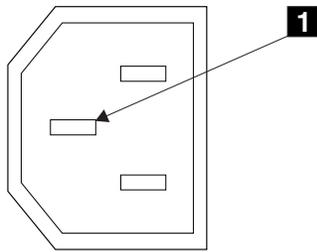

図2. 接地ピン
6. SAN ボリューム・コントローラーのフレームと各主電源コネクターの接地ピン (xxviii ページの図2 の **1**) の間の導通を検査します。